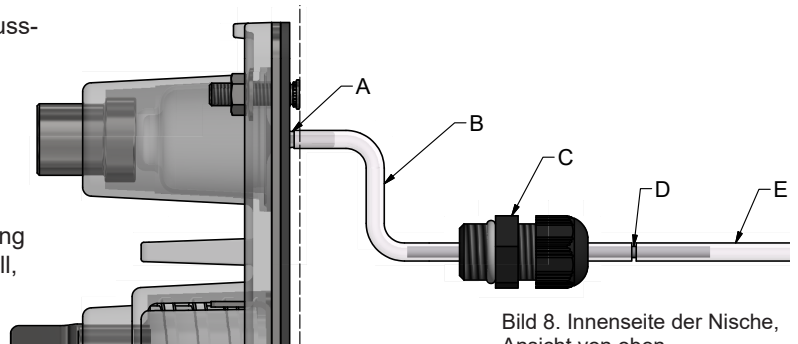

Bild 8. Innenseite der Nische, Ansicht von oben.
1. Schneiden Sie ein Stück des mitgelieferten Schlauchs für Teil 1 (den inneren Teil) des Startschlauchs (B) zu, siehe Bild 8.